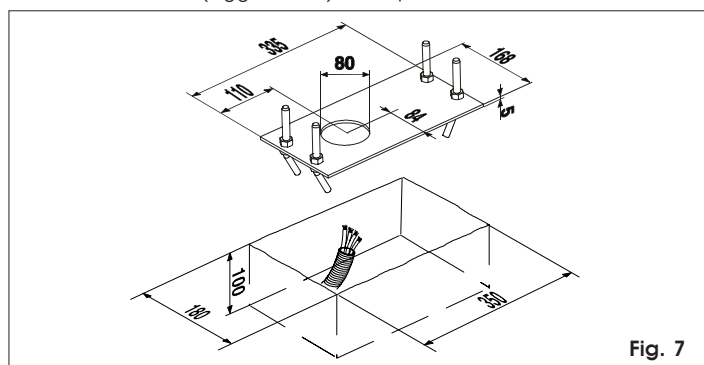

Fig. 7
3) Eseguire un plinto di fondazione come da Fig.7 e murare la piastra di fondazione prevedendo una o più guaine per il passaggio dei cavi elettrici. Verificare la perfetta orizzontalità della piastra con una livella. Attendere che il cemento faccia presa.